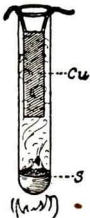

Abb. 442
2. Erhitzter Schwefel verbindet sich lebhaft mit den **Metallen** zu sog. **Sulfiden** (Abb. 442). Solche sind: